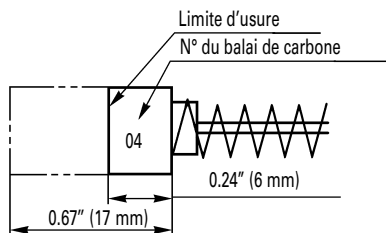

Fig. 23
4. Inspection des balais de carbone : (Fig. 23)
REMARQUE: Utiliser le balai de carbone HITACHI n° 04 indiqué à la Fig. 23.